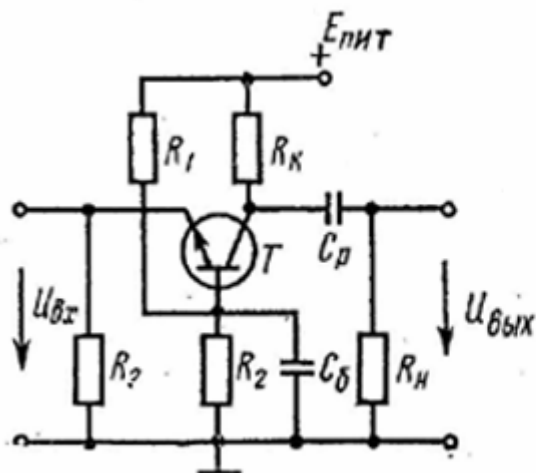

Рис. 4
- 2) с общей базой ОБ (рис. 4);